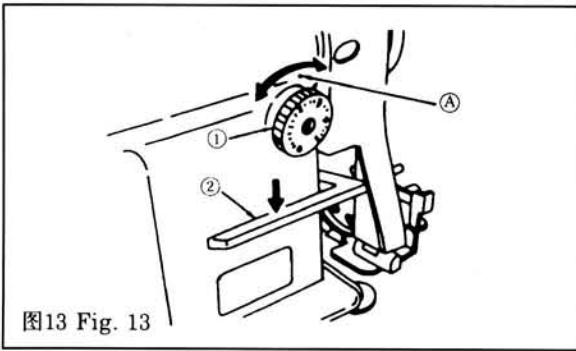

图13 Fig. 13
7. 针距的调节(图 13)
7. ADJUSTING THE STITCH LENGTH (Fig.13)